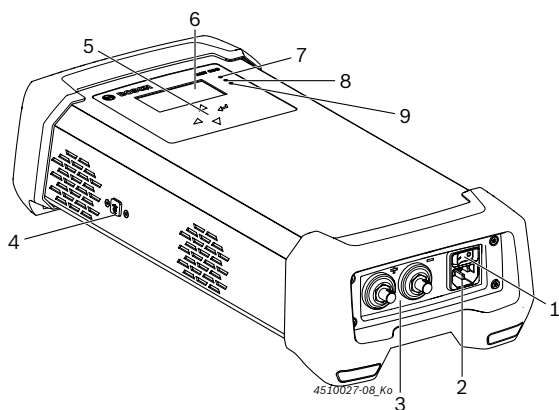

рис. 1: Вид спереди BAT 690
2. Включить BAT 690 выключателем вкл./выкл. (рис. 1, поз. 1).
- ⇒ Красный светодиод (рис. 1, поз. 7) горит при подключенной или мигает при неподключенной аккумуляторной батарее.